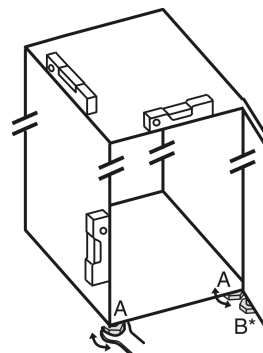

Fig. 5
- ▶ Vyskrutkujte nastaviteľné nohy Fig. 5 (A) priloženým vidlicovým kľúčom a pomocou vodováhy, kým zariadenie nebude pevne a stabilne vyrovnané.
► Vyskrutkujte nastaviteľnú nohu *Fig. 5 (B)* na ložiskovej konzole priloženým vidlicovým kľúčom, kým nebude dosadať na podlahu.
► Otočte nastaviteľnú nohu *Fig. 5 (B)* ďalej o 90°.